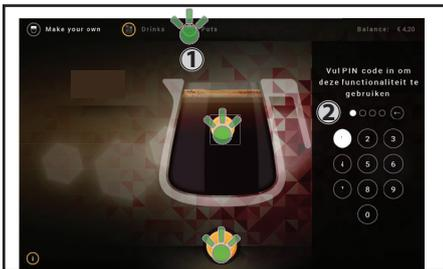

Fig. 4.9 - "Caraffe"
1. Toccare l'icona in alto a destra "Caraffe" (1) sul touch screen, quando il distributore è in modalità erogazione (fig. 4.9).
2. Digitare il PIN (2), se applicabile (fig. 4.9).